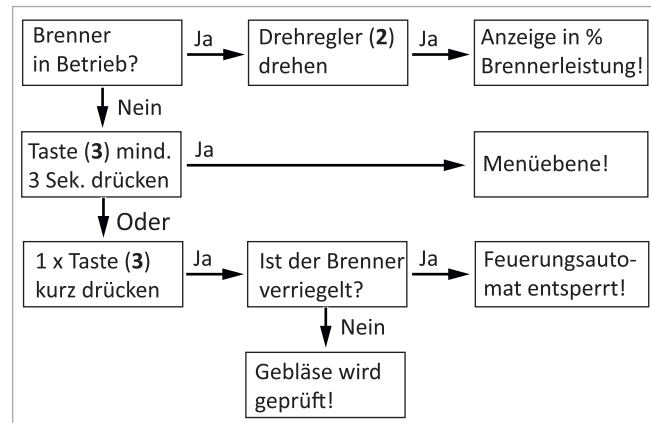

Abb. 23: Bedienkonzept Brenner SX-LN-3-IF
Das Bedienkonzept ist in → Abb. 23 wiedergegeben. Ist der Brenner aus, kann durch kurzes Drücken der Taste (3) entweder ein Gebläsetest durchgeführt oder der Feuerungsautomat entsperrt werden.